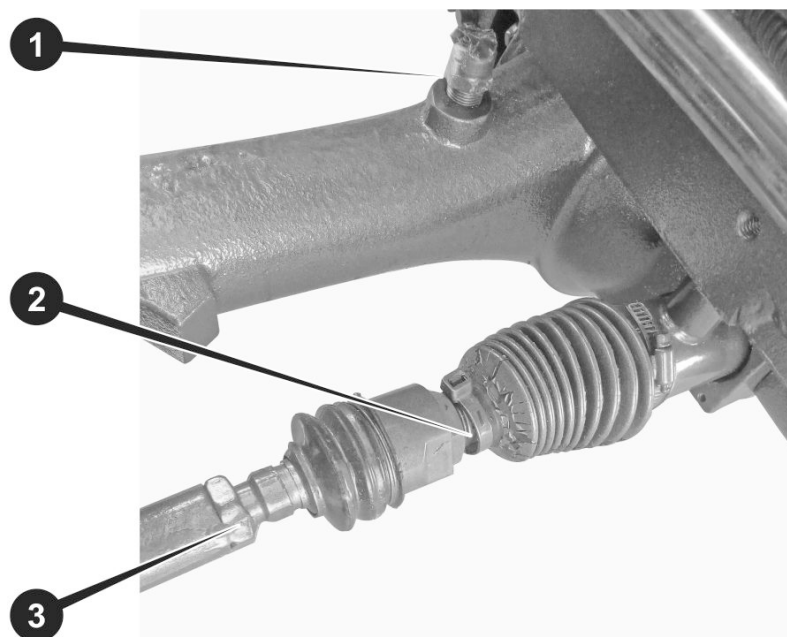

Рисунок 20. – Регулювання сходження передніх коліс
Регулювання сходження проводиться шляхом зміни ефективної сумарної довжини штока (8) циліндра ГОРУ (див. рис. 20.). Для цього необхідно відкрутити на кілька витків контргайки (9) з обох сторін штока (8). Провертаючи шток у той або інший бік, домогтися потрібного сходження передніх коліс. Потім надійно затягнути контргайки (2).
Колію задніх коліс трактора можна змінити перестановкою дисків коліс на осі і ободів коліс на дисках. Зміна ширини колії проводиться вибором варіанта положення колісного диска на маточині – опуклістю всередину або назовні; вибором варіанта кріплення обода на диску – з внутрішнього боку диска або з зовнішнього; вибором варіанту розташування обода – вушками всередину або назовні. Схеми регулювання колії наведені на рис. 20.